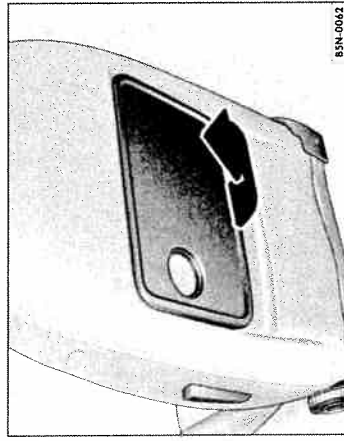

Fig. 81 Masa pliantă din partea stângă.
- Pliati masa în sensul indicat de săgeată ⇒ fig. 81 în sus.